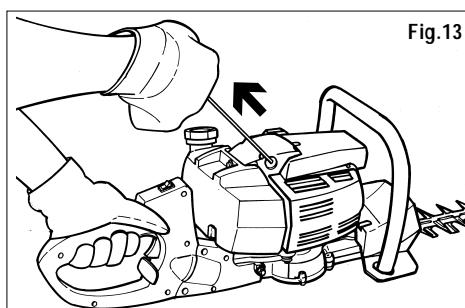

Fig.13
- 7) Træk op til 3 gange i håndtaget på tændingssnoren (fig.13).
- 9) Træk i tændingssnoren (fig.13) indtil motoren sættes i drift.